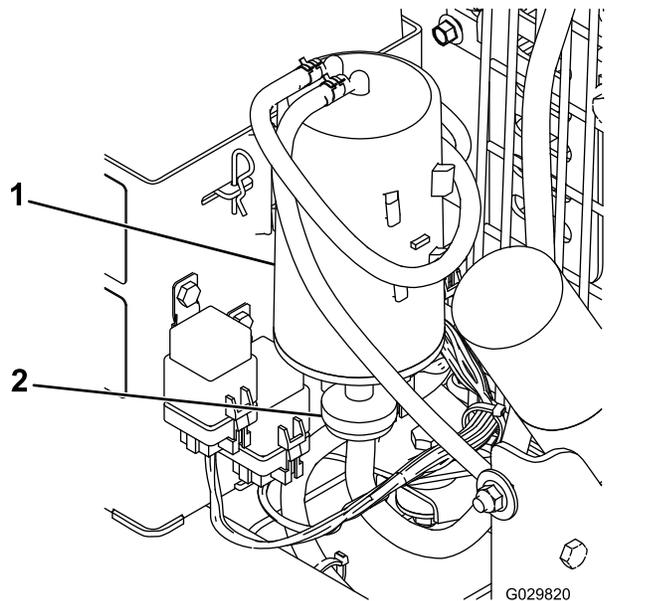

図 13
2. カーボンキャニスタフィルタを取り外して廃棄する (図 13)。